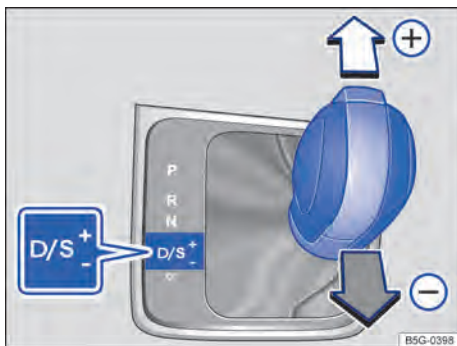

Fig. 125 Alavanca seletora na posição Tiptronic.
- Mover a alavanca seletora para frente ou para trás para aumentar ou diminuir a marcha Fig. 125.